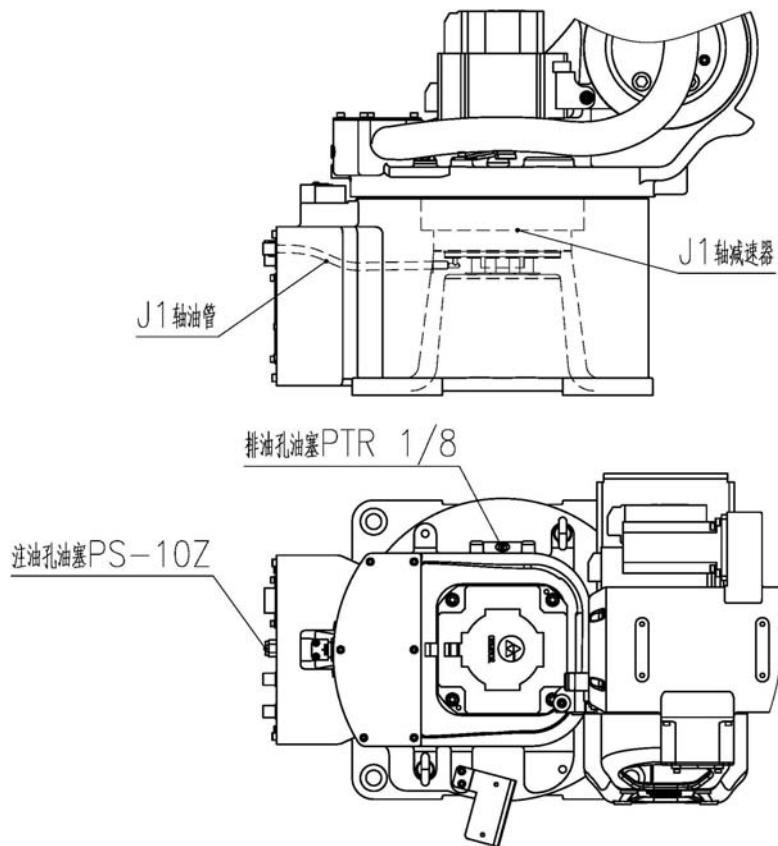

图 19 J1 轴减速机局部结构
(1) 油脂补充步骤（参考图 19）
③ 安装排油孔堵塞前，低速运转 J1 轴几分钟，使多余的油脂从排油孔排出；
④ 用布擦净从排油孔排出的多余的油脂，在排油孔安装堵塞。油塞的螺纹处要缠生胶带并用扳手拧紧。
(2) 油脂更换步骤（参考图 19）